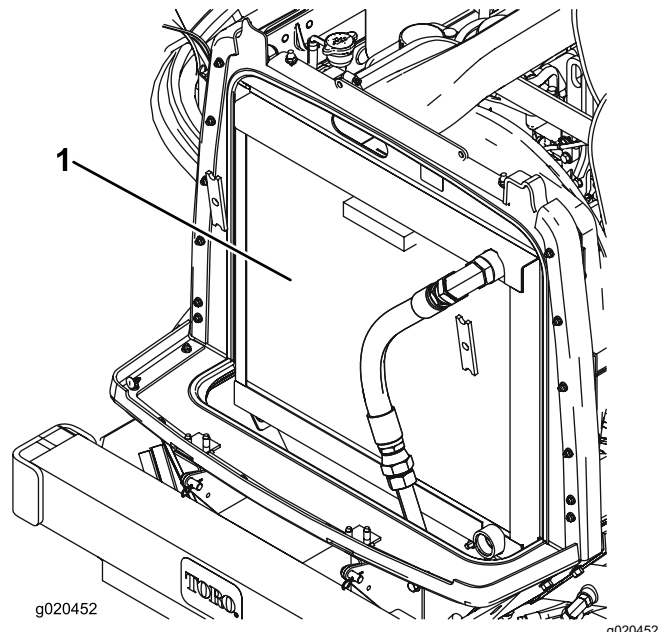

図 112
3. オイルクーラとラジエターの裏表を圧縮空気で丁寧に清掃する 図 112。